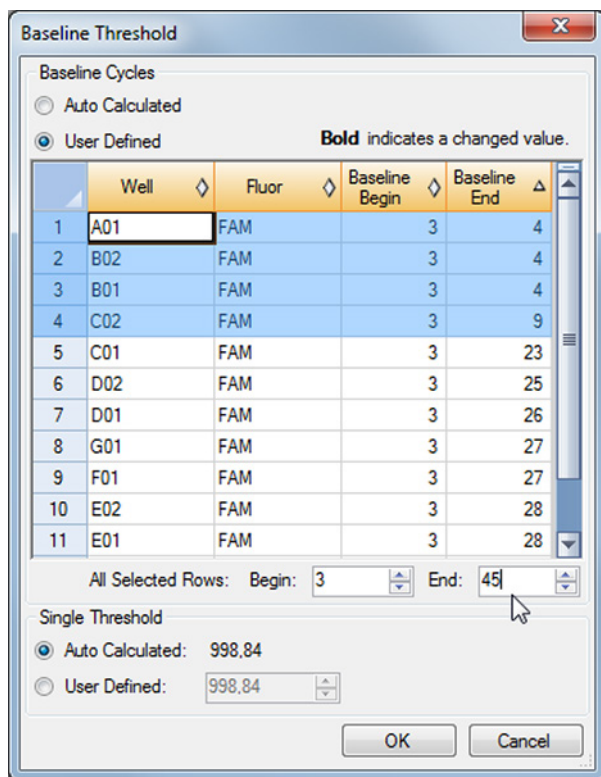

Figura 34: Cuadro de diálogo Baseline Threshold (umbral de línea de base)
3. En la barra de menú de la ventana **Data Analysis** (análisis de datos), haga clic en **Settings** → **Baseline Threshold...** (ajustes → umbral de línea de base...) para abrir el cuadro de diálogo **Baseline Threshold** (umbral de línea de base) (consulte la Figura 34).
5. Seleccione todas las líneas que muestren un valor de **Baseline End** (final de línea de base) de 1 a 9 (consulte la Figura 34).
- Establezca el valor en el campo **End**: (final:) en 45 para las líneas seleccionadas (consulte la Figura 34).